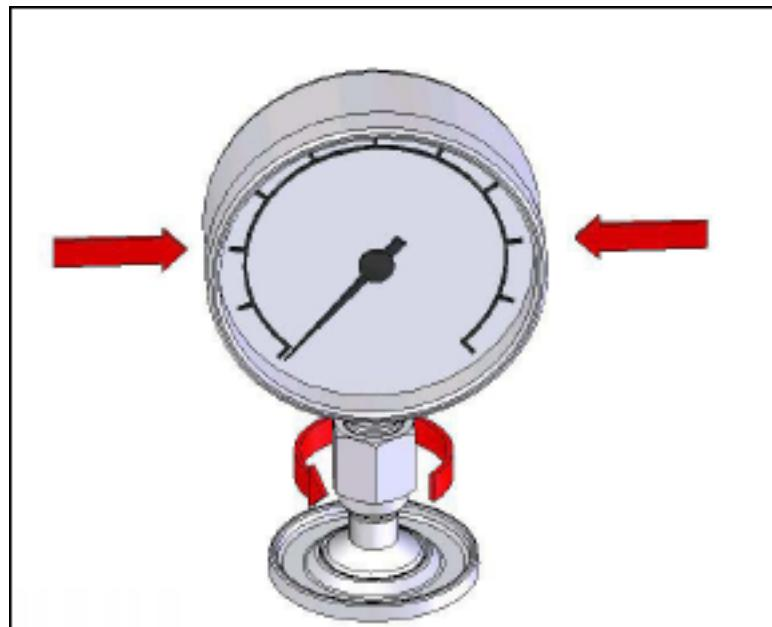

Abbildung 12. Messgerät festschrauben
4. Halten Sie das Gerät fest, während Sie den Adapter ENTGEGEN DES UHRZEIGERSINNS auf den O-Ring festschrauben, siehe Abbildung 12.